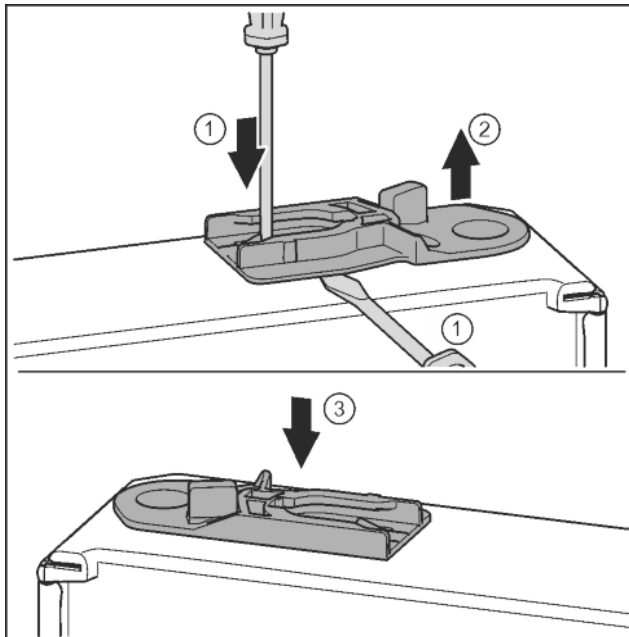

Fig. 37
- ▶ Húzza ki a vezetőhüvelyt: Nyomja a fedőlemezt a csavarhúzóval, és közben nyúljon a csavarhúzóval a vezetőhüvely alá. *Fig. 37 (1, 2)*
- ▶ Tolja be a kiszállított csomagban található vezetőhüvelyt a ház másik oldalára. *Fig. 37 (3)*